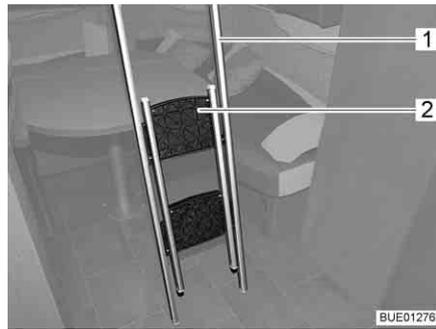
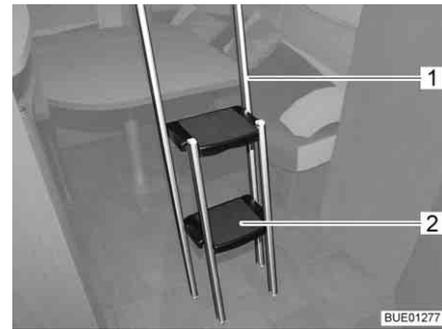

Fig. 96 Escalera de ascenso plegada
Fig. 97 Escalera de ascenso desplegada
- Coger la parte plegada (Fig. 96,2) de la escalera de ascenso (Fig. 96,1) por el borde superior y desplegarla hasta que las cuatro patas se apoyen sobre el suelo de forma segura (Fig. 97).
- Plegar los escalones (Fig. 97,2) hacia dentro.
- Desenganchar la escalera de ascenso (Fig. 97,1) del agarradero (Fig. 95,3) de la cama elevada.